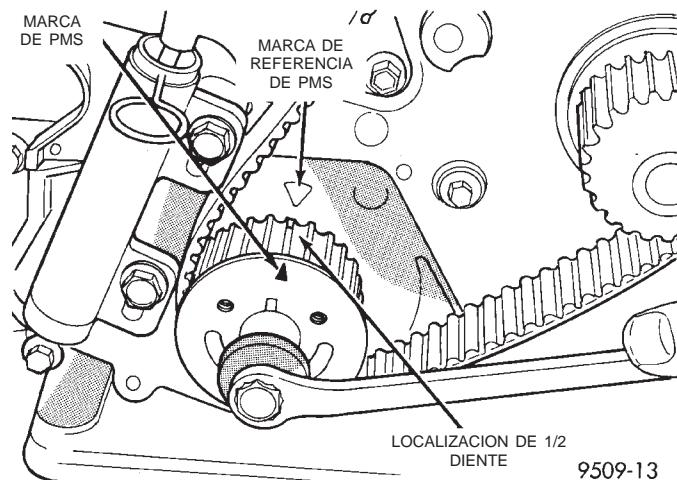

Fig. 50 Ajuste de la rueda dentada del cigüeñal para la instalación de la correa de distribución
(6) Mueva el cigüeñal hasta 1/2 marca antes del PMS (Fig. 50) para la instalación de la correa.
(7) Instale la correa de distribución. Comenzando con el cigüeñal, instálela alrededor de la rueda dentada de la bomba de agua y después alrededor de la rueda dentada del árbol de levas.
(8) Desplace la rueda dentada del cigüeñal al PMS, para eliminar la holgura de la correa. Instale el tensor en el bloque, pero no apriete los dispositivos de fijación.